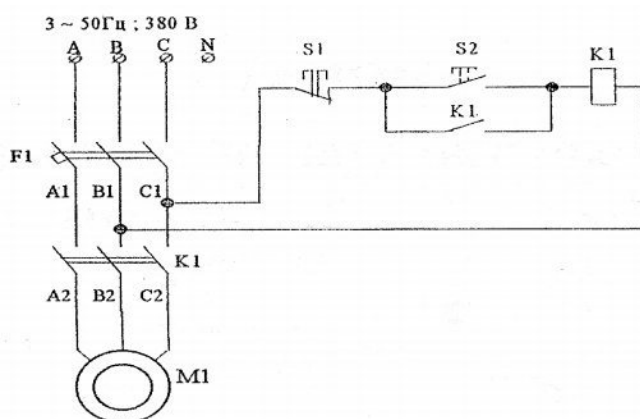

Рис. 4
3.7. Принципиальная электрическая схема станка (см. рис.4).